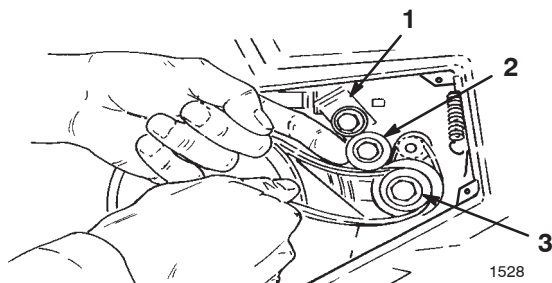

Figure 20
4. Installez la courroie neuve sur la petite poulie (Fig. 20).
5. Soulevez le bras de la poulie de tension et glissez la courroie sous la poulie de tension (Fig. 20).